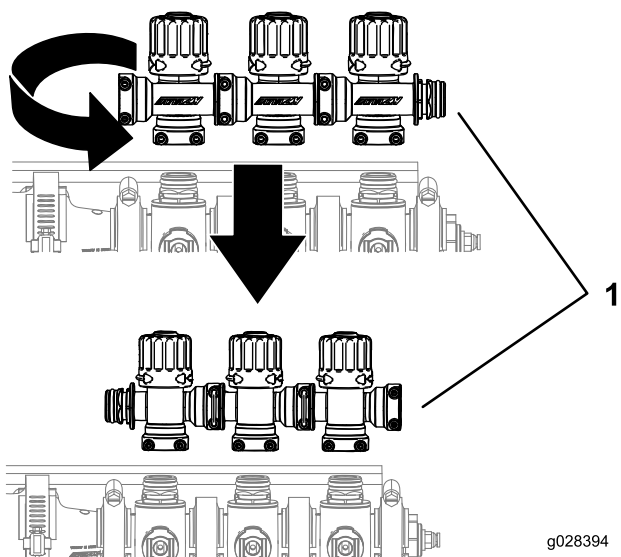

Figura 5
4. Rotii ansamblul de reglare a bypass-ului la 180 de grade, după cum se arată în Figura 5.